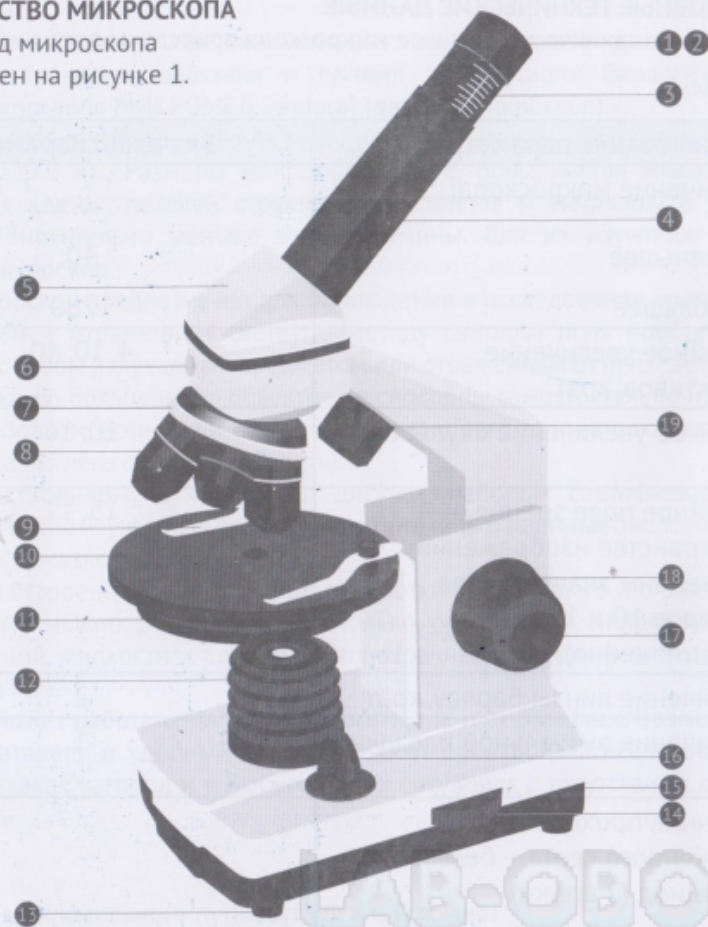
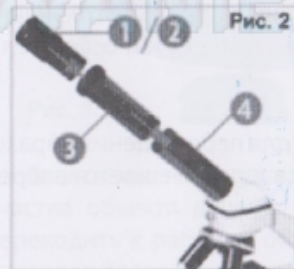

Рисунок 1 – биологический учебный микроскоп МИКРОМЕД Эврика с круглым предметным столиком
Рис. 2
- Ослабьте винт крепления визуальной насадки 6 (рис. 1) и поверните визуальную насадку микроскопа, так чтобы окуляр был направлен в сторону предметного столика;
- Вставьте в окулярный тубус визуальной насадки 4 (рис. 1) линзу Барлоу 3 (рис 2) и окуляр 1 (рис. 2). Убедитесь, что линза Барлоу полностью расположена в тубусе, а не выдвинута;
- Опустите вращением рукоятки 18 (рис. 1) предметный столик. Столик необходимо опустить во избежание повреждения объективов и образца при его расположении на предметном столике;
- Объективы 8 (рис. 1) лучше всего установить в гнезда револьверного устройства 7 (рис. 1) в порядке возрастания;
- Вращением рукоятки 18 (рис. 1) фокусировки осторожно поднимите предметный столик почти до соприкосновения объекта с фронтальной линзой объектива;
- Наблюдая в окуляр, и медленно опуская предметный столик, сфокусируйте микроскоп на резкое изображение объекта с помощью рукоятки тонкой фокусировки 17 (рис. 1).
Светофильтры 11 (рис. 1) расположены под предметным столиком микроскопа 10 (рис. 1). Фильтры применяются при наблюдении очень светлых или прозрачных образцов. В диске размещены 6 светофильтров: 5 цветных и 1 бесцветный - прозрачный для наблюдения контрастных образцов. На диске есть специальные насечки, при переключении с одного светофильтра на другой, поворотом диска, светофильтр встает точно в ход лучей осветителя.
Круглый предметный столик 10 (рис. 1) очень удобен для перемещения образца, нет дополнительных рукояток, столик поворачивается и перемещается вперед-назад вручную.
Рукоятка переключения освещения 16 (рис. 1) имеет три положения: I, II и III.
Примечание: Каждый раз при изменении увеличения (смена окуляра или объектива, изменение положения линзы Барлоу) необходимо производить подфокусировку с помощью рукоятки фокусировки 17 (рис. 1).